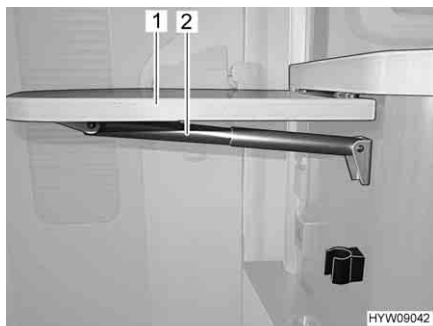

Fig. 73 Tavolo ribaltabile su bancone
- Afferrare in basso il tavolo ribaltabile su bancone (Fig. 73,1) e tirandolo leggermente estrarlo dall'incastro.
- Orientare il piano del tavolo verso l'alto, fino all'aggancio dell'elemento di fissaggio del supporto telescopico (Fig. 73,2). Rilasciare il piano del tavolo.